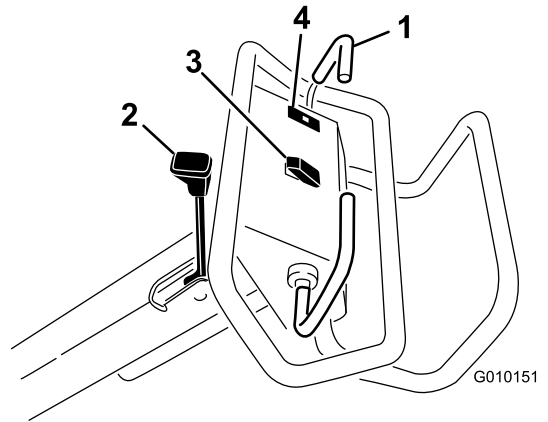

图 11
要向前移动，请向前移动牵引把手。要向后移动，请向后移动牵引把手（图 11）。
- 要设定手刹，请向操作员把手的方向移动手刹杆（图 11）。
发动机油压低于安全水平时，油压警告灯（图 11）会亮起。如果出现低油压情况，应关闭发动机并确定原因。再次启动发动机之前，务必先修理好任何损坏的地方。
升——按开关的顶部（图 11）可升起并分离打孔头。发动机必须运行才能产生提升压力。如果打孔头低于运输高度，请参阅 重设系统控制电路（页码 21）。
降/接合——按开关的底部（图 11）可降下并接合打孔头。要使用开关，牵引把手必须处于向前的位置。